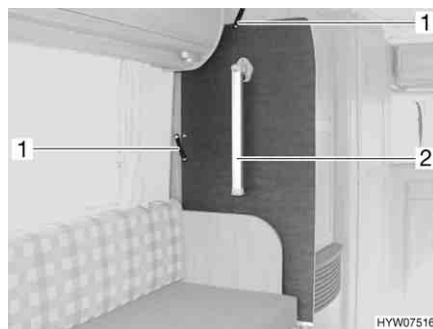

Fig. 25 Tavolo sospeso nel supporto
- Spingere il tavolo sospeso con il piede (Fig. 25,2) all'indietro nel supporto tra la dinette e l'armadio (Fig. 25).
- Fissare il tavolo sospeso con le fascette di ritegno (Fig. 25,1).